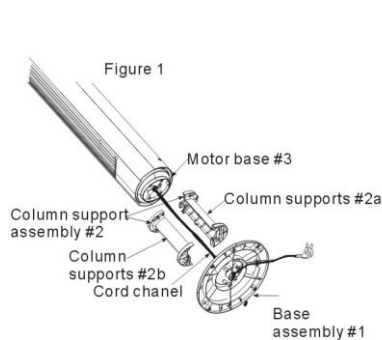

Figura 1
- La figura 1 muestra cómo se arma el ventilador.
- Coloque el cable de alimentación dentro de la ranura en los soportes de columna N° 2a y N° 2b. Junte firmemente los soportes N° 2a y N° 2b hasta que encastran (figura 1).
- Sujete el conjunto de soportes de columna N° 2 al motor de la base N° 3 y ajústelo con cuatro tornillos M5 de 1/2" de largo (figura 1).